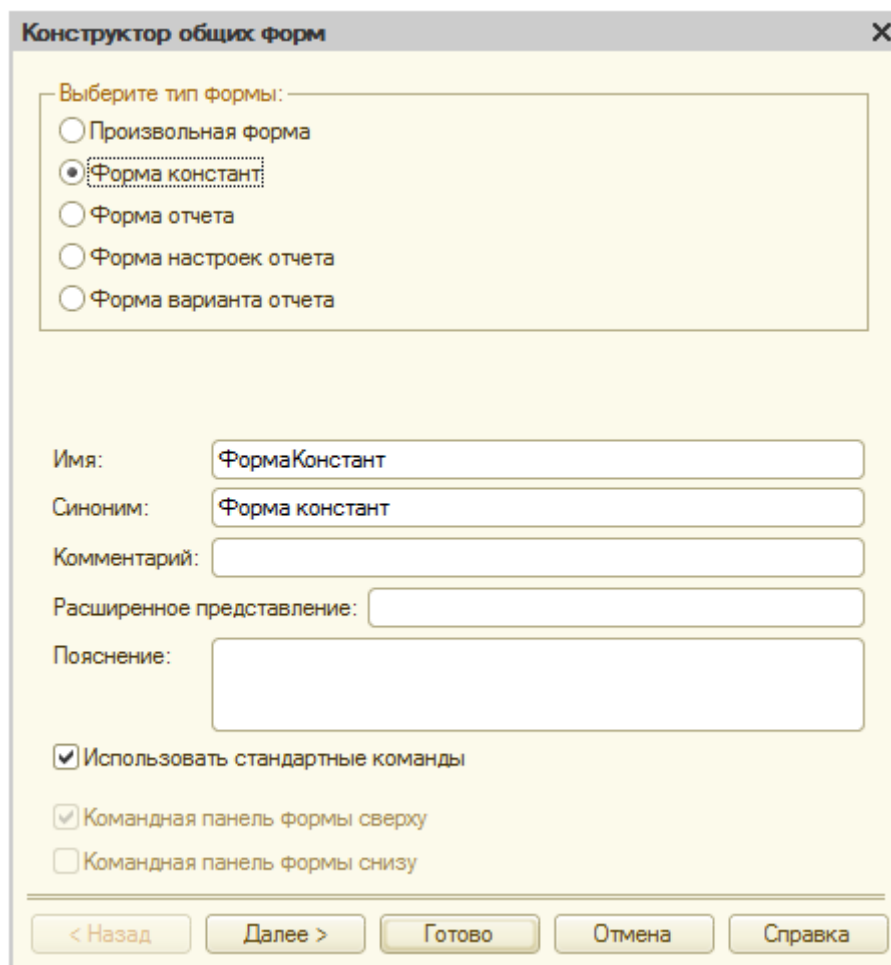

Рисунок 5.8- Конструктор общих форм
7.1 Для создания формы констант нужно вызвать контекстное меню ветви **Константы** дерева конфигурации и выбрать в нем команду **Создать форму констант**. В появившемся окне **Конструктор общих форм**, Рисунок 5.8., нужно оставить тип формы в значении **Форма констант**, при необходимости заполнить другие поля и нажать на кнопку **Далее**.